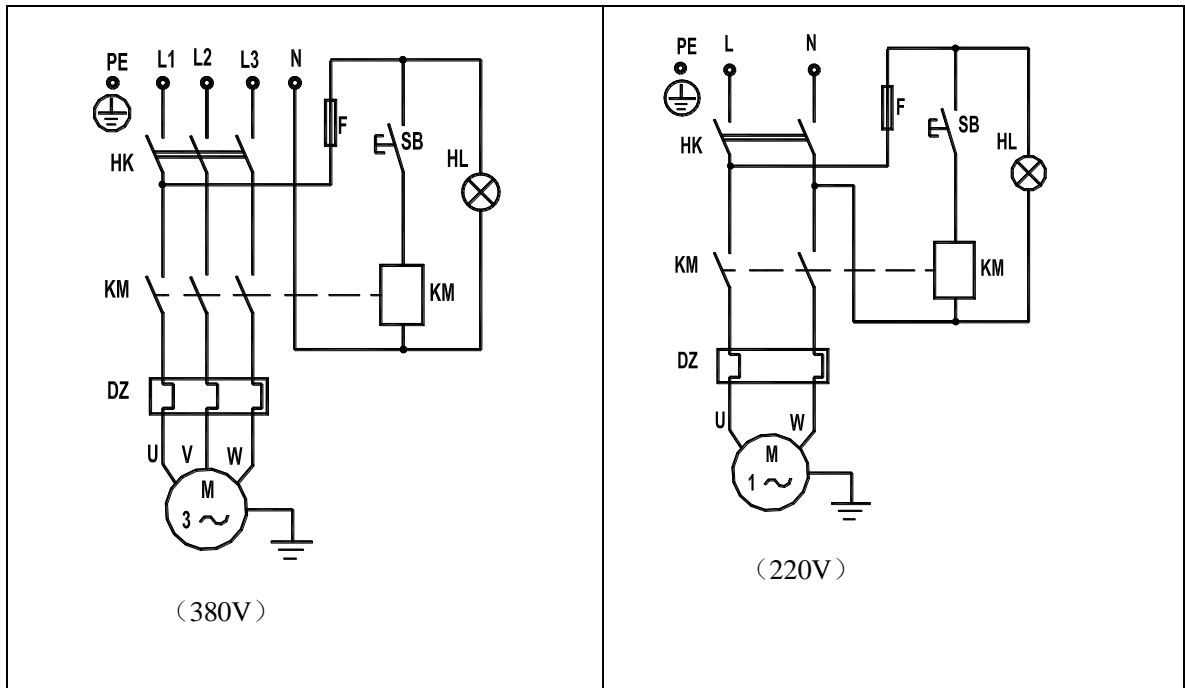

Bild 10 EI Schema
**VARNING: LEDNINGARNA MÅSTE ÖVERENSSTÄMMA MED LOKAL STANDARD. EN CERTIFIERAD ELEKTRIKER SKALL GÖR DEN ELEKTRISKA INSTALLATIONEN TILL PUMPENHETEN ENLIGT EL SCHEMA(Bild 10).**